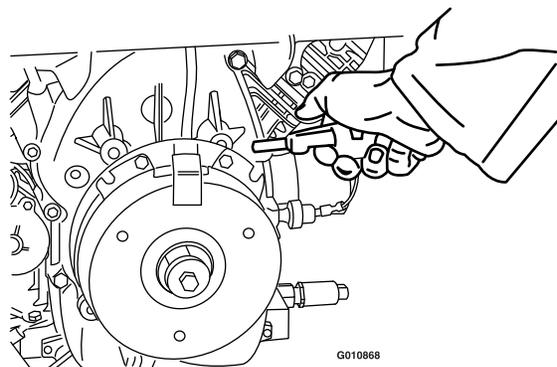

Figura 78
- Utilizar un compresor de aire, elimine cualquier residuo de debajo del polo de freno y de alrededor de los espaciadores del freno (Figura 78).